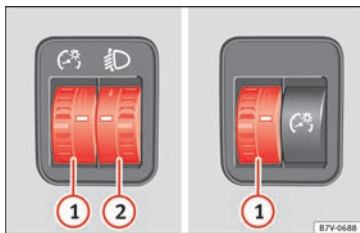

Fig. 141 Côté volant : régulateur d'éclairage des cadrans et des commandes ① et du site des projecteurs ②
① Éclairage des cadrans et des commandes
Lorsque l'éclairage est allumé, l'éclairage des instruments et des commandes peut être réglé en continu en tournant la molette » **fig. 141 ①**.
② Réglage du site des projecteurs
Le réglage de la portée des phares » **fig. 141 ②** s'adapte en fonction de la valeur du faisceau lumineux du phare à l'état de charge du véhicule. Le conducteur peut ainsi avoir la meilleure visibilité possible et n'éblouit pas ceux qui circulent en sens contraire » **⚠**.
Pour régler, tournez la commande » **fig. 141 ②** :